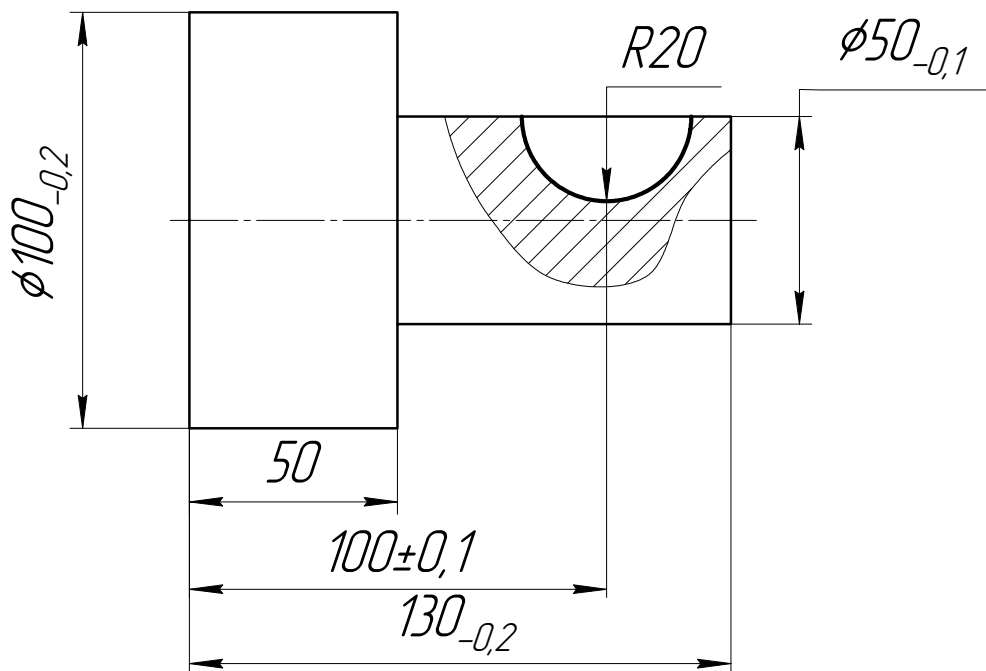

Рис. 11. Фрезерование шпоночных канавок дисковыми фрезами
20. Фрезерование шпоночных канавок дисковыми фрезами (см. рис. 11).